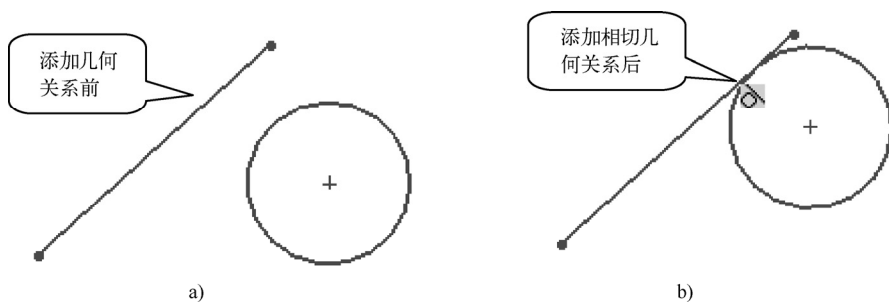

图 2-110 添加相切几何关系
- 相切几何关系：使两图线（直线、圆、圆弧、椭圆或实体边缘线）相切，如图 2-110 所示。